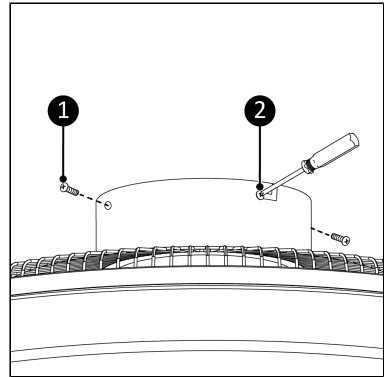

Abbildung 42.
11. Platzieren Sie die beiden Schrauben in die runden Löcher des Ventilatorgehäuses und der Montagehalterung und ziehen Sie sie fest (Abbildung 42, Pos 1).
12. Ziehen Sie nun die beiden Schrauben der L-förmigen Langlöcher fest (Abbildung 42, Pos. 2).